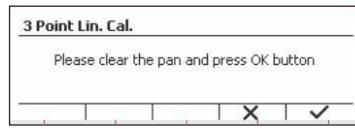

Figure 16
3. Appuyez sur le bouton multifonction correspondant à l'icône pour débuter l'étalonnage de linéarité. (Voir Figure 16)